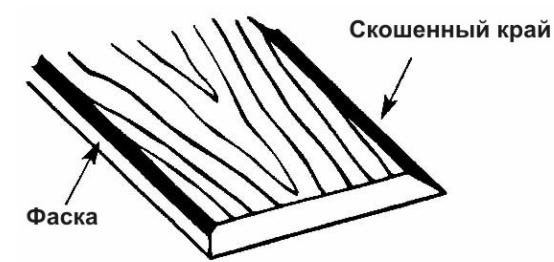

Рис. 20
12. СКАШИВАНИЕ И СНЯТИЕ ФАСКИ (Рис. 20)